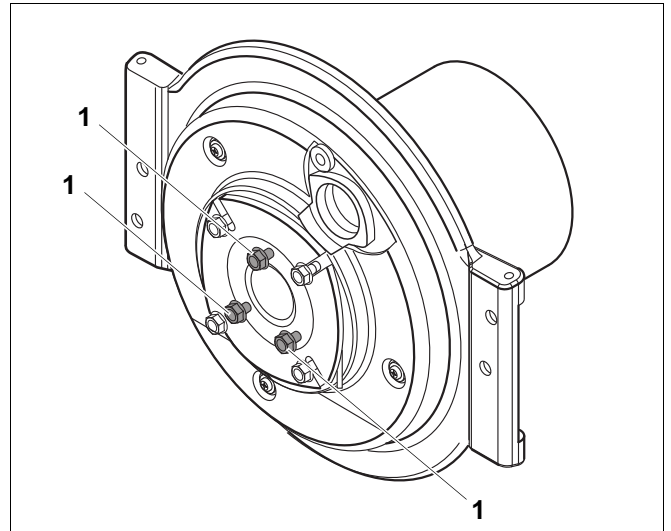

Рис. 31 Отверните гайки
- Отверните три гайки (рис. 31, поз. 1) рожковым ключом на 13 мм.
- Затяните три гайки (рис. 31, **поз. 1**, стр. 39).